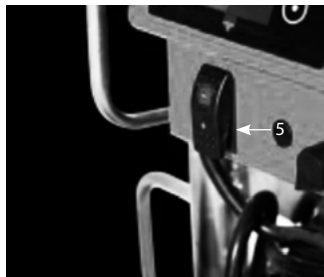

Рис. 10
2. Переведите выключатель «5» (Рис. 10) в положение «I» – «Включено» для включения электродвигателя.